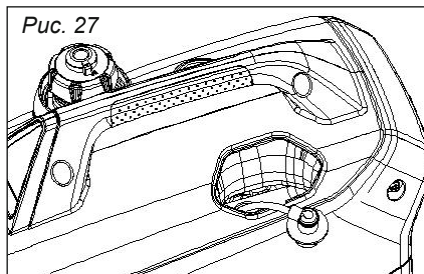

Рис. 27
2. Снимите наконечник высоковольтного провода со свечи и выверните её с помощью свечного ключа, *рис. 27*.